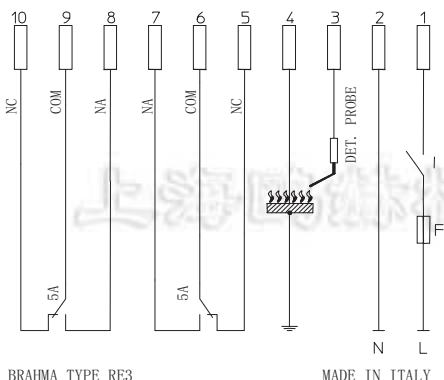

图.5
- 开始控制前应仔细检查电缆和连接(见图5)。错误的连接会损坏控制和影响应用程序的安全性;